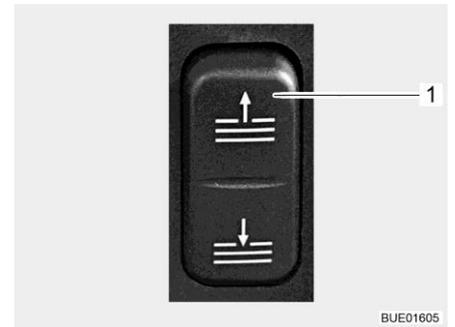

Fig. 105 Conmutador para oscurecedor de la luna delantera
- Pulsar la parte inferior del conmutador (Fig. 105,1) y mantenerla pulsada hasta que el oscurecedor de la luna delantera haya alcanzado la posición deseada.
- Pulsar la parte superior del conmutador (Fig. 105,1) hasta que el oscurecedor de la luna delantera se haya desplazado completamente hacia arriba.